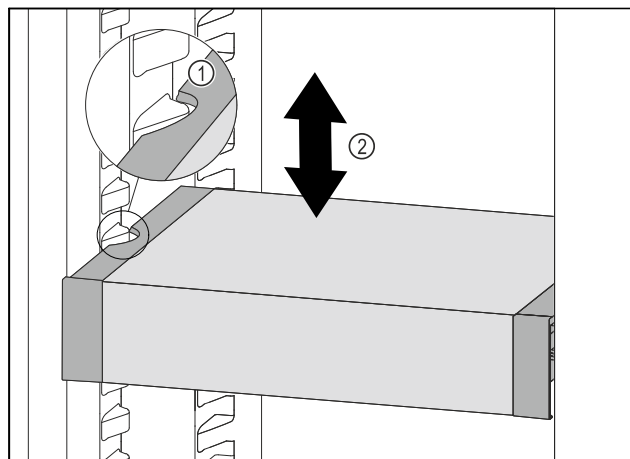

Fig. 140
- Trageți în față VarioSafe, până când degajările laterale ale VarioSafe se află la înălțimea nervurii recipientului din frigider. Fig. 140 (1)
- Mișcați în sus sau în jos VarioSafe în frigider, până când este atinsă înălțimea dorită. Fig. 140 (2)